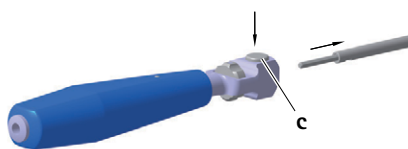

Fig. 2
- Tryck in tryckknappen **c** och ta av greppet **1**, se Fig. 2